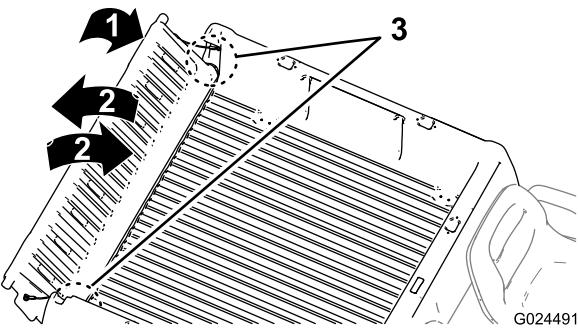

Figura 12
2. Ruotate la sponda posteriore in posizione di circa 45° (Figura 12).
3. Agitate con un movimento rapido per ruotare la sponda posteriore avanti e indietro più volte (Figura 12).